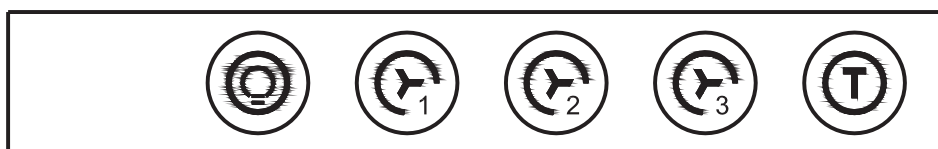

РИС. 14
7.2.3 Электронный переключатель ККВ (рис. 14) имеет пять кнопок.